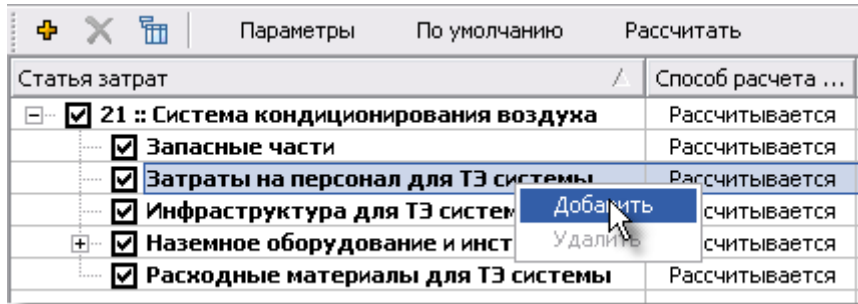

Рис. 8-6
2. Нажмите на кнопку **Добавить элемент** , расположенную на панели инструментов, или в контекстном меню выделенной статьи затрат выберите пункт **Добавить** (рис. 8-6).